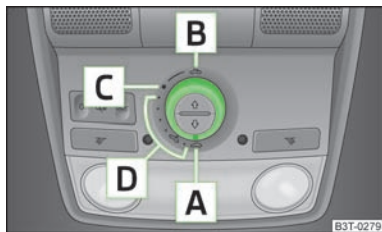

Abb. 29
Das Panorama-Schiebedach mit Sonnenschutzrollo kann nur bei eingeschalteter Zündung mit dem Drehschalter bedient werden » Abb. 29. Der Drehschalter hat mehrere Stellungen.
- › Den Schalter in Stellung **C** » Abb. 29 drehen.